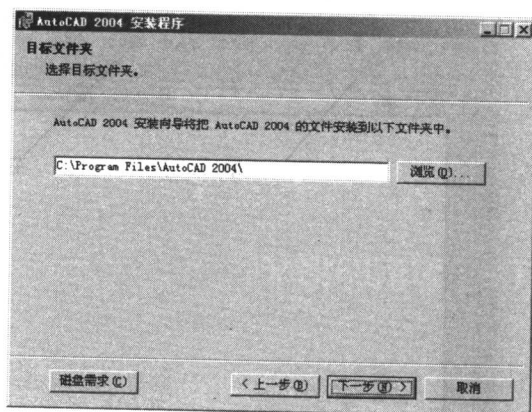

图 1-7 “目标文件夹”窗口
⑧ 确定了安装类型后，单击“下一步”按钮，打开如图 1-7 所示的“目标文件夹”窗口，要求指定 AutoCAD 2004 的安装路径，也就是在硬盘上的位置，默认的安装路径是 C:\Program Files\AutoCAD 2004。如果要改变以上安装位置，则单击“浏览”按钮，在弹出的窗口中指定 AutoCAD 2004 的安装路径。